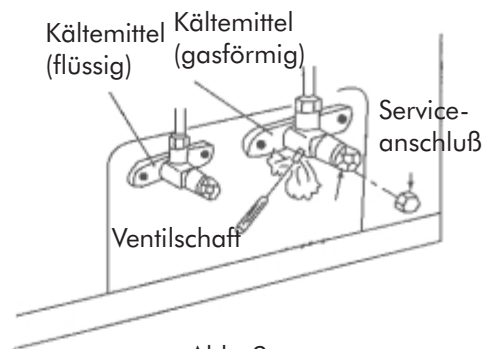

Abb. 9
7. Öffnen Sie beide Kältemittelventile vollständig (Abb. 9).